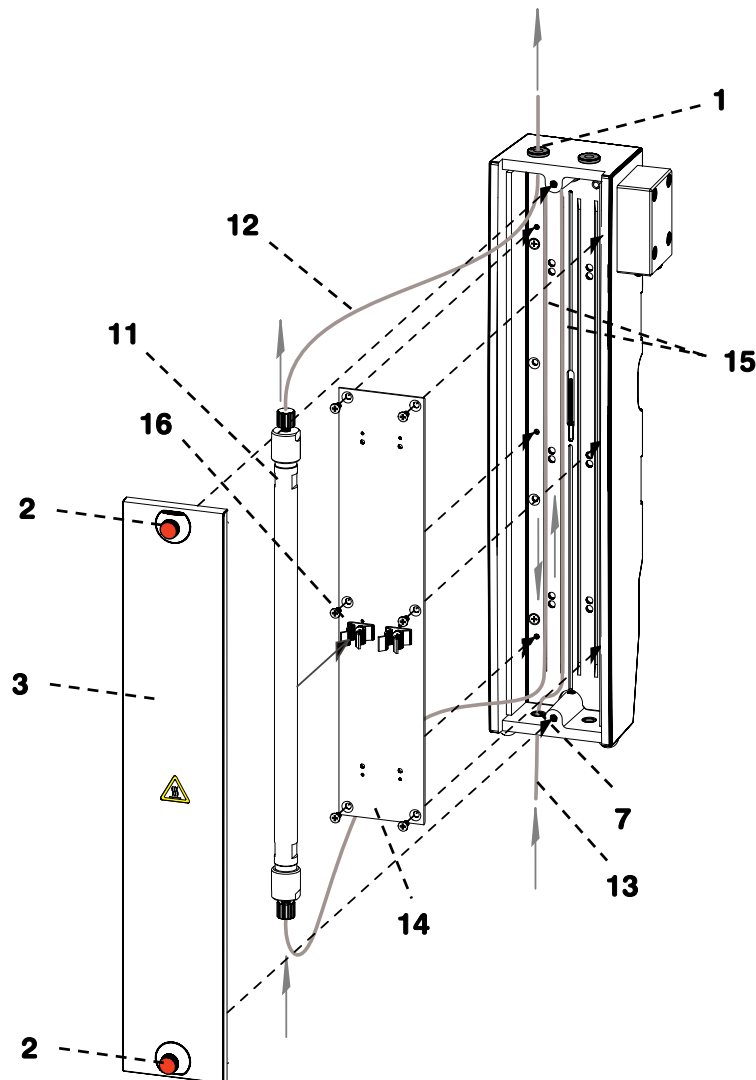

Abb. 5: Anschluss der Trennsäule mit Entfernen der Halterplatte
- Führen Sie die Säuleneingangskapillare **13** durch die Durchführung **7** in der Säulenheizung und legen Sie sie wie in Abb. 5 dargestellt in die Aussparungen der Kapillarvorwärmung **15**.